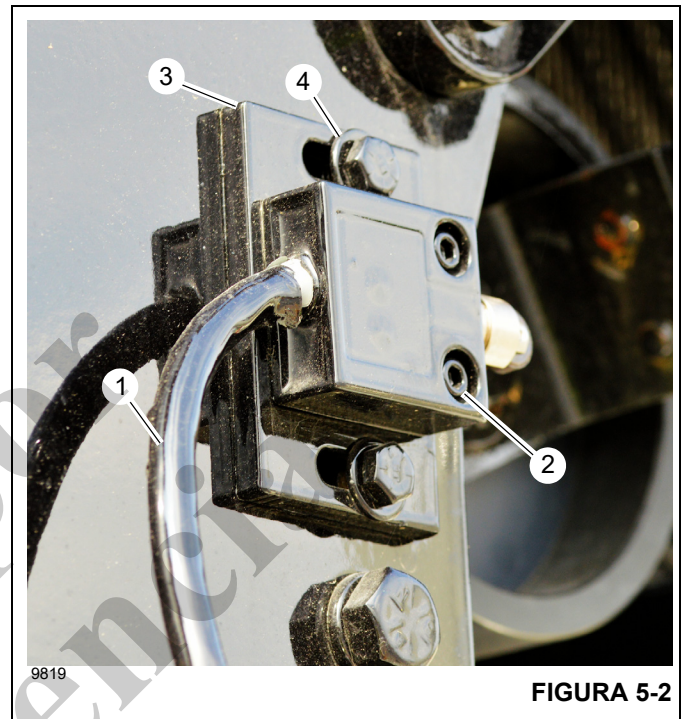

FIGURA 5-2
El indicador de 3 vueltas de cable está integrado en el sistema RCL. El conjunto de indicador de 3 vueltas de cable (Figura 5-2) se encuentra en lado (izquierdo) del conjunto de soporte de cojinete del malacate de la grúa. El indicador de 3 vueltas de cable está diseñado para notificar al operador
1. Desconecte el cable del indicador de 3 vueltas de cable (1, Figura 5-2) del conector del indicador de 3 vueltas ubicado dentro del bastidor del malacate.
2. Retire los pernos (2) y retire el conjunto de indicador de 3 vueltas de cable de la placa (3).
3. Retire los pernos y las arandelas (4) y retire la placa del indicador de 3 vueltas de cable (3) del malacate.